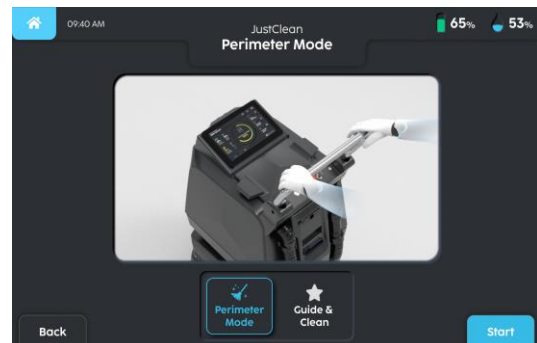

FIGURE 5-13
2. Choisissez entre 'MODE PÉRIMÈTRE' ou 'GUIDER & NETTOYER'. (Fig. 5-13).